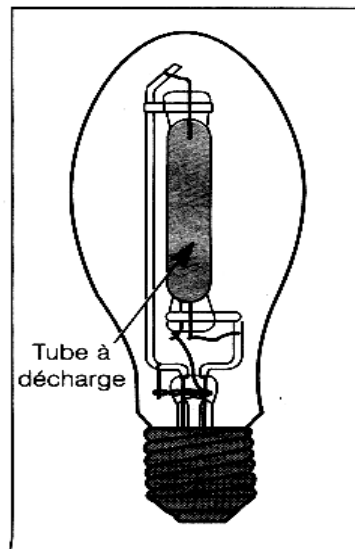

Figure 12 - Lampe à ballon fluorescent
- **Lampe à ballon fluorescent** (figure 12)